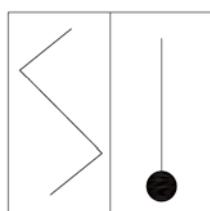

图8-135 绘制多段线
- 06 调用PL【多段线】命令，设置线宽为0，绘制如图8-135所示的多段线。